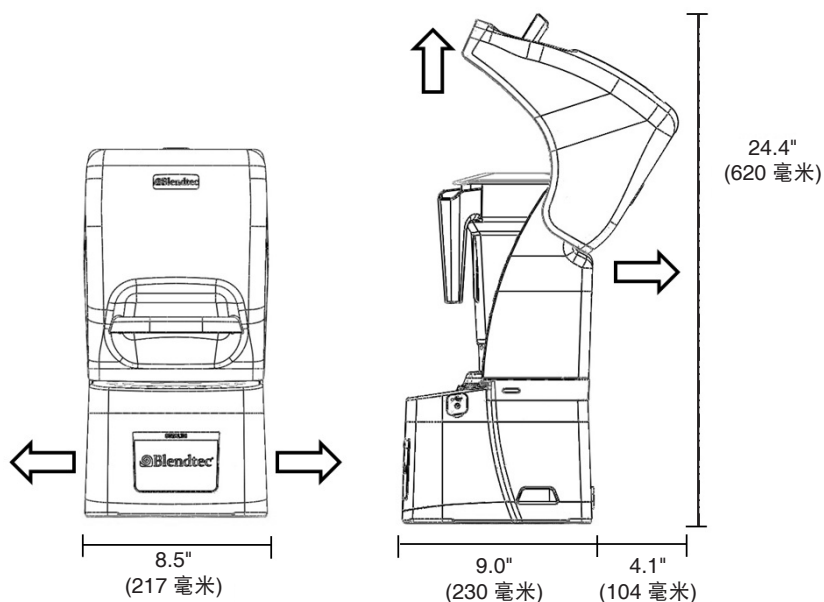
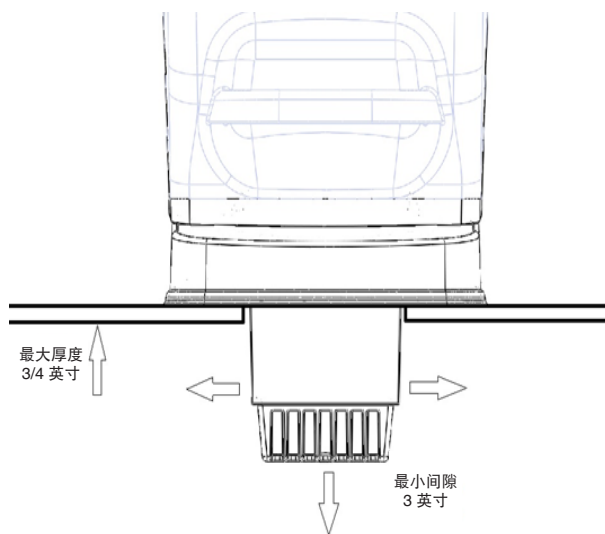

图 5. 搅拌机尺寸
图 6. 台面内间隙
- 确保在设备上方和周围留出足够的空间，以便隔声罩不受阻碍地运行（参见图 5 的测量值）。
注意：您可将 Blendtec Stealth 搅拌机放在以前的 Blendtec 台面内搅拌机安装的位置。请记住：确保为隔声罩留出足够的空间（参见图 5 的测量值）。
- 确保位置符合所有尺寸要求（参见图 5 和图 6）。